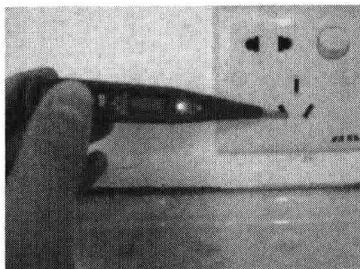

图 1-13 交流电测量
(3) 数显感应式试电笔的使用方法
① 交流验电：手触直测钮，用笔头测带电体，有数字显示者为火线，反之为零线，如图 1-13 所示。
② 线外估测零火线及断点：手触检测钮，用笔头测带电体绝缘层，有符号显示为火线，反之为零线；沿线移动符号消失为导线的断点位置。
③ 自检：手触直测钮，另一手触笔头，发光管亮者证明试电笔本身正常（以下测量均要用手触直测钮）。
④ 测电气设备的通断（不能带电测量）：手触被测设备一端，测另一端，亮者为设备通，反之为断。
⑤ 测电池容量：手触电池正极，笔头测负极，不亮者为电池有电，亮者为无电。
⑥ 测电子元器件